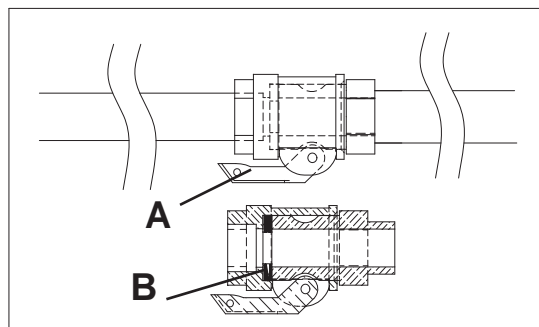

Fig. 5a
Serrer correctement les raccords excentriques (Fig. 5a/b) sans oublier de monter les joints et de brancher la lance à l'extrémité des tuyaux.
Prendre les tuyaux du matériau, contrôler s'ils sont en bon état et si les raccords sont intacts et munis des joints correspondants, puis les brancher au collecteur de refoulement et à la lance de projection. Contrôler que les leviers à cames (A) des raccords sont correctement serrés et que le joint (B) est monté comme indiqué en Fig. 5a. Fermer le robinet de l'air de la lance (Fig. 7, Rep. 1). Ouvrir le robinet de l'air à la machine (Fig. 6, Rep. 2).